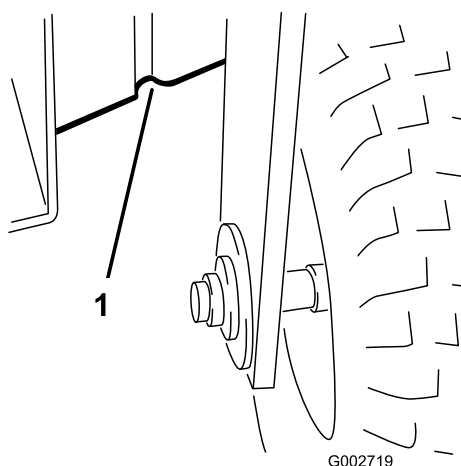

Figure 20
- À l'avant sous le cadre, derrière la roue avant (Figure 20).